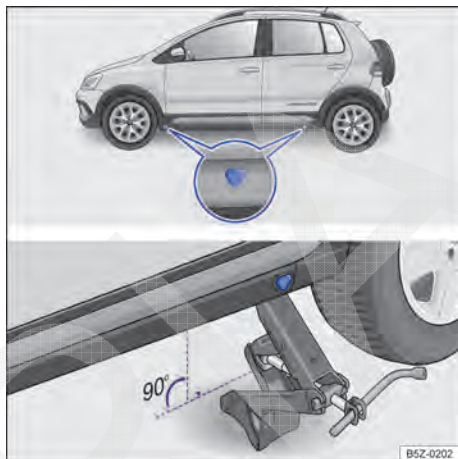

Fig. 177 Pontos de apoio do macaco e macaco posicionado no lado esquerdo traseiro do veículo.
A figura → Fig. 177 ilustra, como exemplo, os pontos de apoio do macaco.
O macaco somente pode ser posicionado nos pontos de apoio indicados (marcação na carroceria) → Fig. 177. É válido o ponto de apoio localizado próximo à roda correspondente → ⚠.
6. Procurar sob o veículo o ponto de apoio do macaco → Fig. 177 mais próximo da roda a ser trocada.
7. Inserir a extremidade da chave de roda no olhal do macaco e, segurar a chave de roda pelo lado do encaixe sextavado. Levantar o macaco até onde ainda seja possível colocá-lo sob o ponto de apoio do veículo → Fig. 177.
9. Alinhar o macaco e, simultaneamente, levantar a garra do macaco até ela se encaixar na travessa debaixo do veículo → Fig. 177.
- Posicionar o macaco somente nos pontos indicados. A garra do macaco deve se encaixar no perfil da longarina de forma segura → Fig. 177.